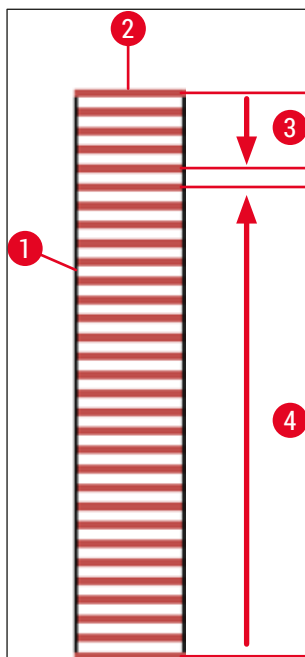

Fig. 74
A fim de evitar que as lâminas ressequem durante o processamento, as primeiras 5 lâminas sempre receberão a lamínula primeiro. Depois, o rack move-se para cima e continua a aplicação de lamínula com a última lâmina no rack (→ Fig. 74).
- A exibição esquemática (→ Fig. 74) de um rack (→ Fig. 74-1) com as lâminas usadas (→ Fig. 74-2) mostra a sequência durante o processamento.